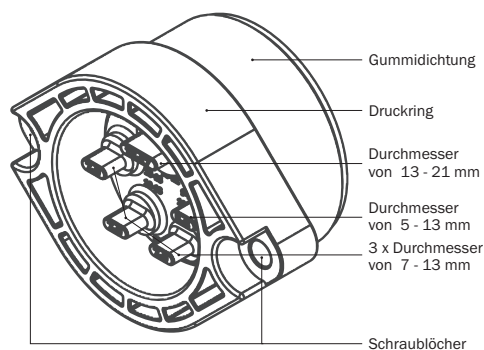

Abbildung 13.2: **KRASO® BKP - Dichteinsatz - Telekommunikation** - Blindstopfen mit Durchmessern
- Entfernen Sie die Blindstopfen des **KRASO® BKP - Dichteinsatzes - Telekommunikation** - entsprechend der ermittelten Durchmesser (s. Abbildung 13.2).